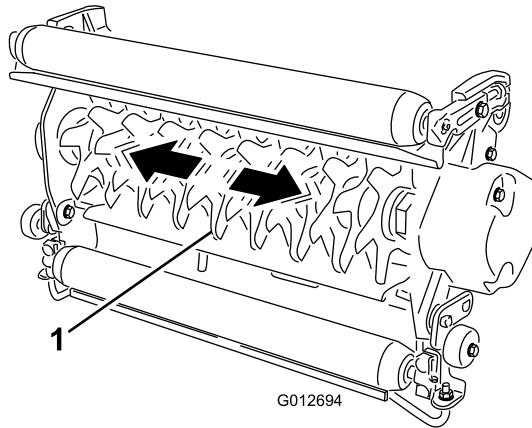

図9
1. リール・シャフトをつかみ、リール・アンブリを左右に揺すってガタがあるかどうかを調べる（図9）。